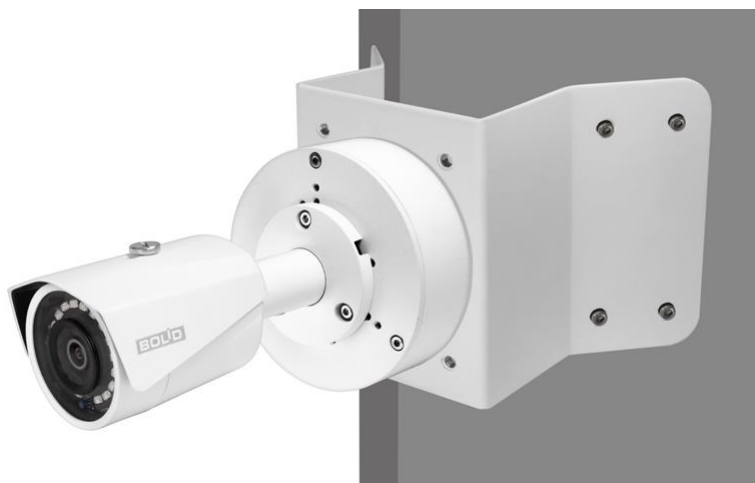

Рисунок 5.10 - Монтаж видеокамеры и монтажной коробки BR-204 на угловом кронштейне BR-102
4. С помощью анкерных болтов из комплекта поставки закрепите угловой кронштейн с видеокамерой на установочной поверхности (Рисунок 5.10).